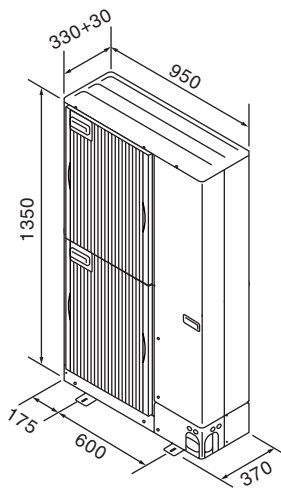

Fig. 3-1
3.3. Εξωτερικές διαστάσεις (Εξωτερική μονάδα) (Fig. 3-1)